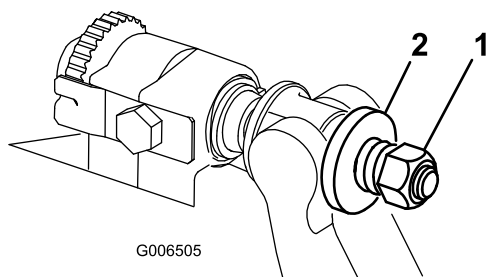

Figura 37
4. Apriete la tuerca de tensado del muelle hasta que el muelle esté comprimido del todo, luego aflójela 1/2 vuelta (Figura 37).